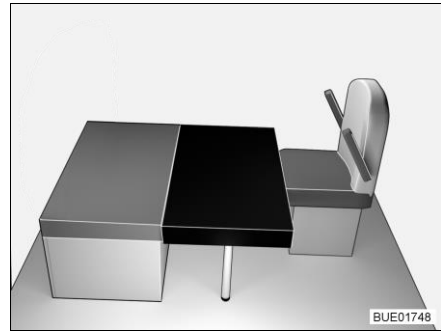

Fig. 151 Después de la transformación
- Colocar el cojín adicional cuadrangular en la mesa (delante del cojín del asiento del banco, véase Fig. 151). En esto, el recorte en el cojín adicional se encuentra en la pared de apoyo delantera.